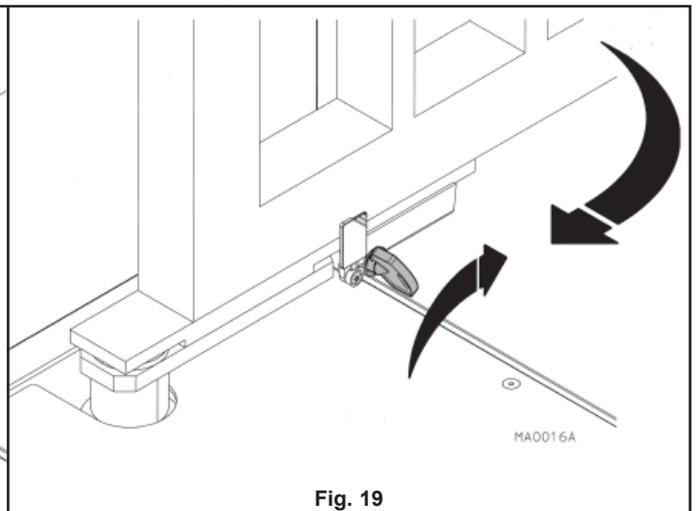

Fig. 19
- Infilare la chiave sul perno (fig. 19) e ruotarla finché si arresta.
- Place the key on the pin (fig. 19) and rotate until it stops.
- Stecken Sie den Schlüssel in den Bolzen (Abb. 19) und drehen Sie ihn bis zum Anschlag.